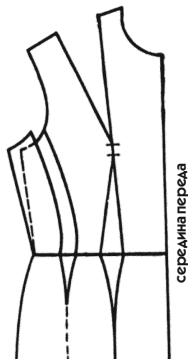

Рис. 53
6. Посмотрите теперь на рис. 53, как будет выглядеть базовое лекало. Эту вытачку можно перенести, как она есть, на любое примеряемое изделие, не отрезное по талии. Но можно найти и другие решения, о которых мы поговорим далее.